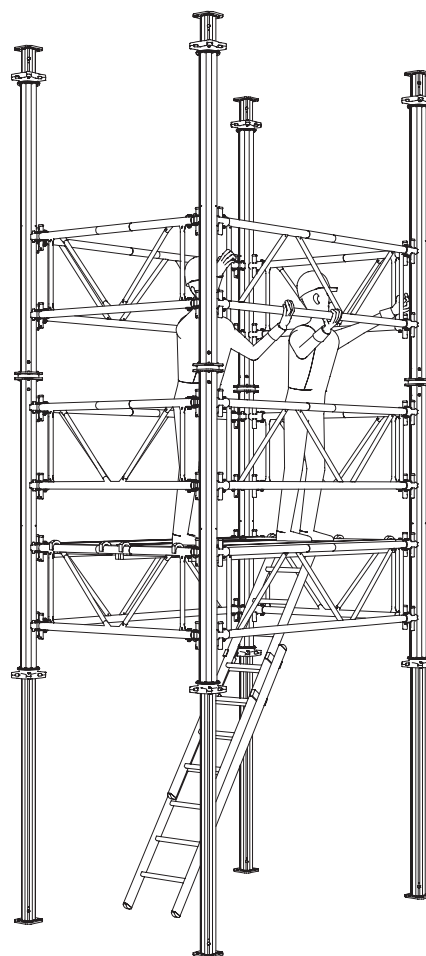

Fig. A4.04
- Per il montaggio del successivo livello di puntelli e telai deve essere creato un livello di montaggio, ad es. impalcati MP (16). (Fig. A4.04)
- Montare i MULTIPROP MP con tubo interno rientrato. Regolare alla misura richiesta solo dopo applicazione del rinforzo con telaio MP MRK. (Fig. A4.04)